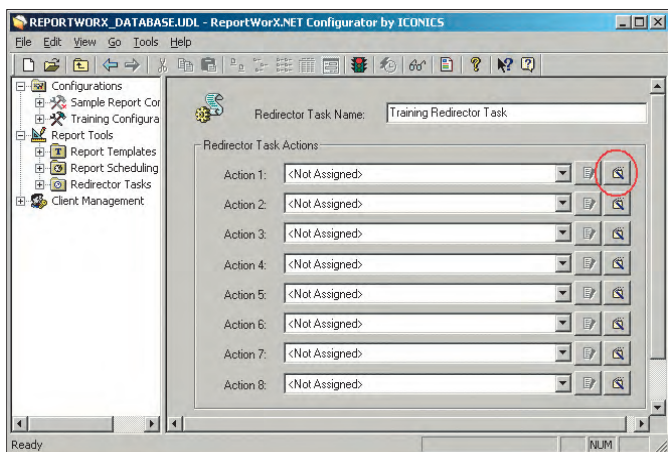
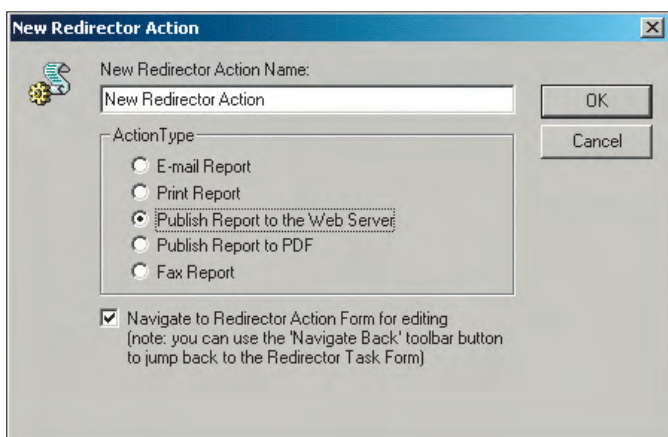

Рис. 25. Действия перенаправления отчётов
Рис. 26. Создание нового действия по направлению отчётов
3. На экран будет выведено окно, показанное на рис. 25, позволяющее настроить до восьми различных действий перенаправления отчётов на различные устройства.
1. Нажмите кнопку  (Create New Task Action), расположенную справа от поля **Action 1** (Действие 1), как показано на рис. 25. При этом на экран будет выведено окно, показанное на рис. 26.